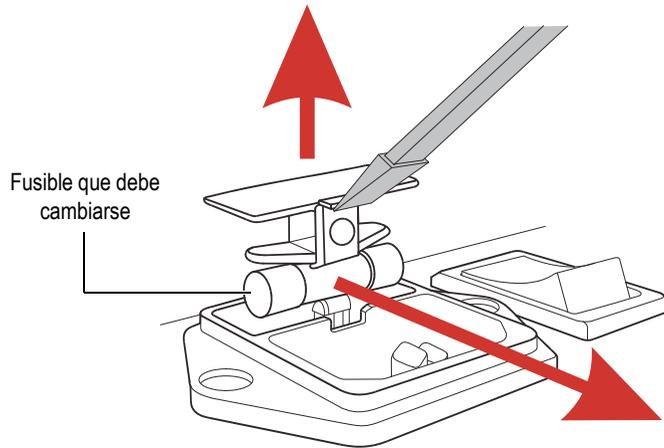

Figura 6-1 Cambiar el fusible del OmniScan *iX*
2. Utilice un destornillador plano para extraer el portafusibles (véase Figura 6-1 en la página 59).